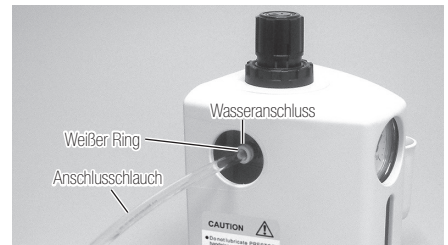

Abb.1
Drücken Sie den Anschluss Schlauch ③ in den Anschluss des Reglers auf der linken Seite der Einheit, bis er richtig fest sitzt, wie in Abb. 1 dargestellt. Überprüfen Sie durch Ziehen nach dem Anschluss, ob der Schlauch sicher installiert ist. Schließen Sie das andere Ende des Anschluss Schlauchs an die Luftversorgung an.